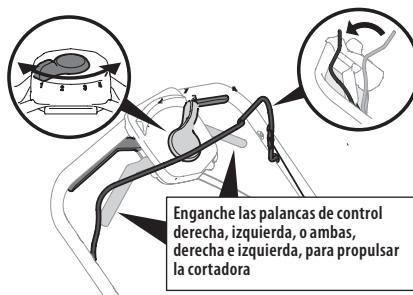

Figura 30
- Una vez que el motor esté funcionando y mientras sigue oprimiendo el control de la cuchilla, apriete cualquiera de los controles de la transmisión (o ambos) contra la manija superior para propulsar la cortadora (Figura 30).